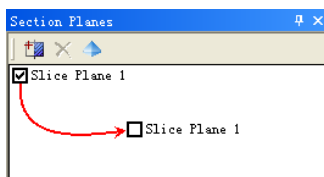
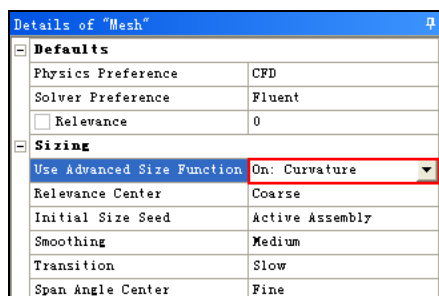

图 3-73 关闭剖切截面显示
图 3-74 参数设置列表
- 步骤 01** 在 Section Planes 列表中单击复选框将剖切截面关闭, 如图 3-73 所示。在参数设置列表中设置 Use Advanced Size Function 为 "On: Curvature", Min Size 中输入 0 (设为默认), 如图 3-74 所示。